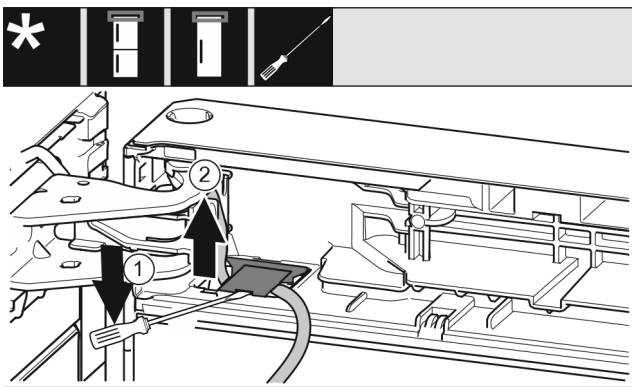

Fig. 21
- ▶ Plochým skrutkovačom nadvihnite kryt a vytiahnite ho. Fig. 21 (1)
- ▶ Vytiahnite kábel. Fig. 21 (2)